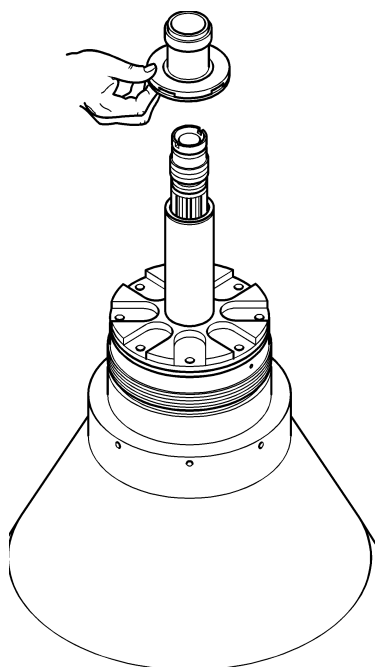

Figure 6.25
- 22) Insert the **skim centripetal pump** (fig. 6.25).